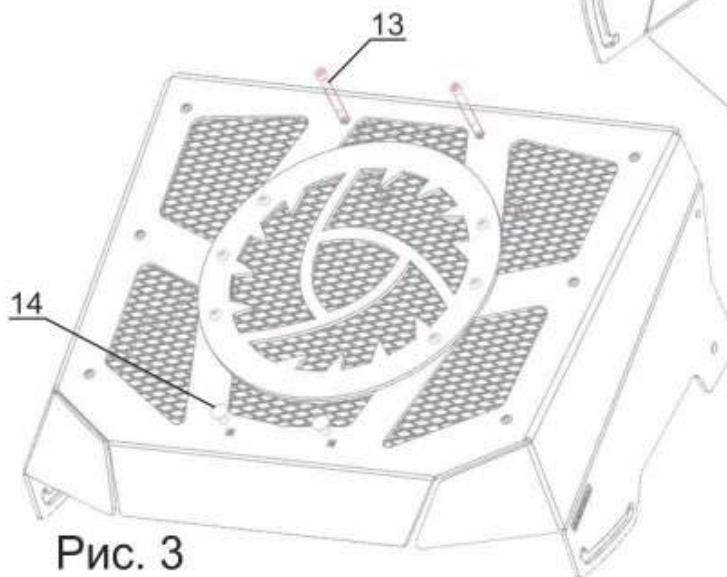
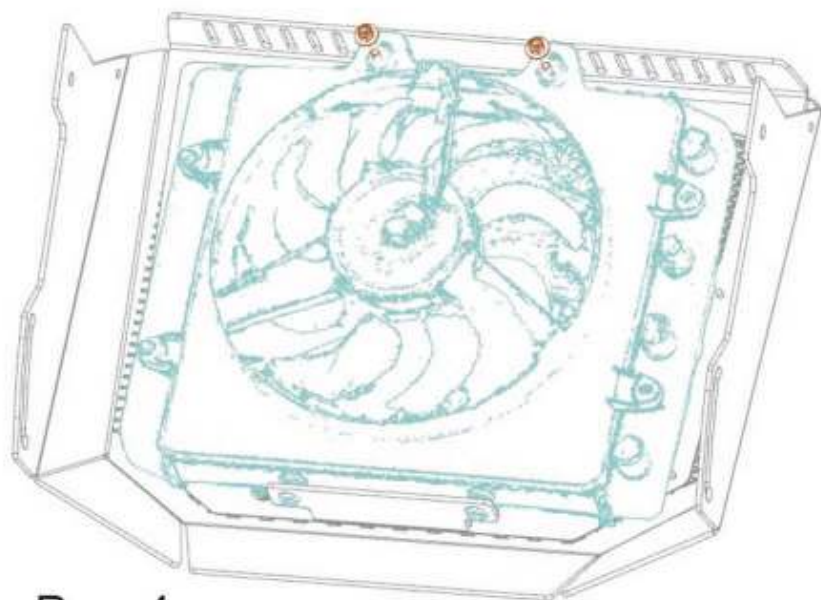

Рис. 3
Рис. 4
2. Установить радиатор на внутреннюю часть экрана, вставив штыри с резиновыми уплотнениями в отверстия кронштейна поз. 4 (рис. 3). В верхней части закрепить винтами М6х80 поз. 13, через втулки поз. 10, гайками М6 поз. 17, шайбами поз. 19 (рис. 4).